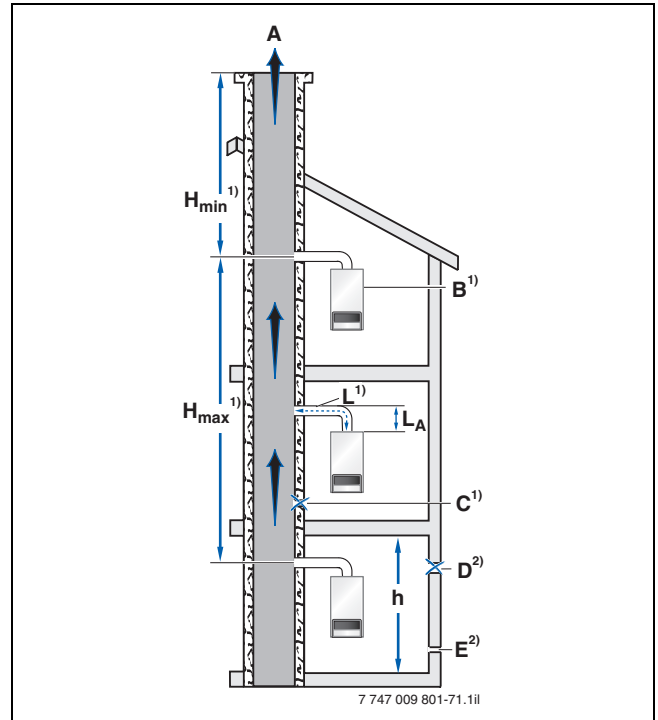

Bild 71 Normen für den Anschluss mehrerer U154 an eine gemeinsame Abgasanlage
- Eine senkrechte **Anlaufstrecke L_A** in den Verbindungsstücken ist empfehlenswert (→ Bild 71).